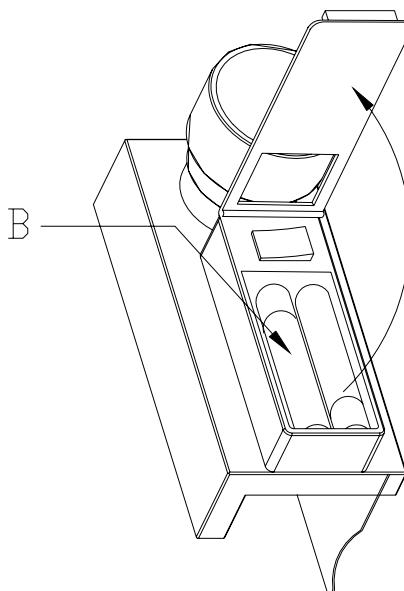

Figura 2
- Para acceder al alojamiento de las pilas, abrir la tapa del mismo (**ver la figura 2**).